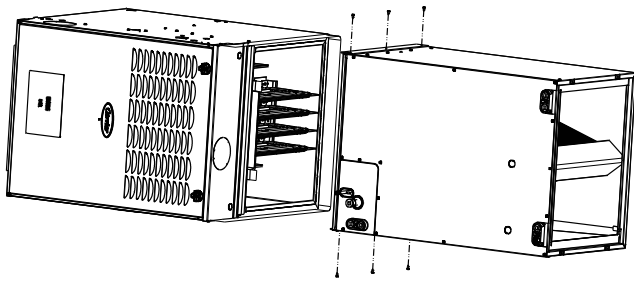

Fig. 9: Instalación horizontal derecha
4. Utilice tornillos autorroscantes para conectar el calefactor (Fig. 9).